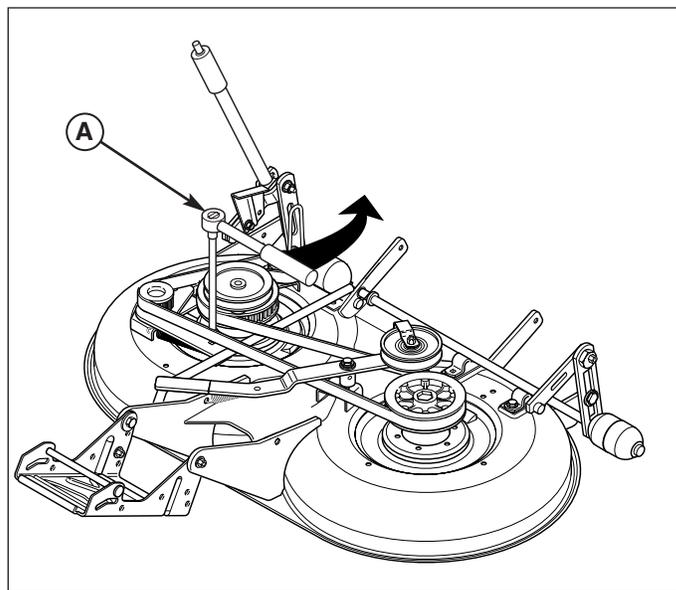
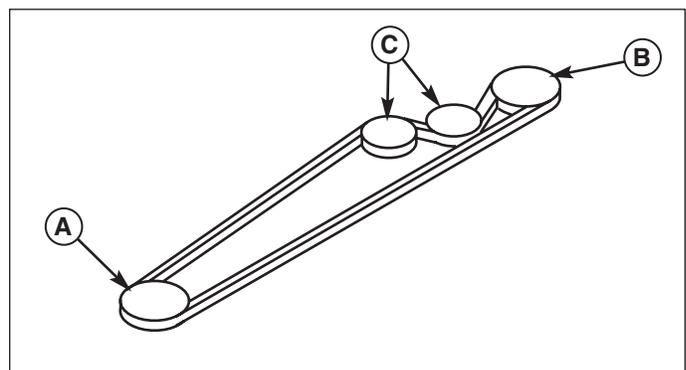

**Figure 34. Tondeuse pour broyage (caches de courroie déposés)**
Figure 38. Cheminement de la courroie d'entraînement - Tous les modèles
3. Desserrer la vis à tête du tendeur (A, figure 34).
4. A l'aide d'un clé à cliquet (A, figure 35), insérer l'extrémité de la rallonge dans le trou carré (D, figure 38) et déplacer le tendeur (B, figure 34) pour relâcher la tension de la courroie (C).
5. Retirer la courroie (C).
6. Installer une nouvelle courroie (C) sur les poulies comme l'indique le schéma. Relâcher le tendeur (A) pour permettre au ressort de tendre automatiquement la courroie dentée.
7. Serrer la vis à tête du tendeur (A). Remettre les caches de courroie en place.
7. Installer la nouvelle poulie comme illustré aux figures 38.